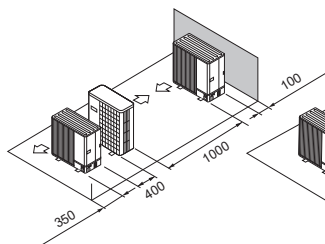

Fig. 2-19
- (5) Aranjare: o singură unitate pe rând, mai multe unități paralele (Fig. 2-19)